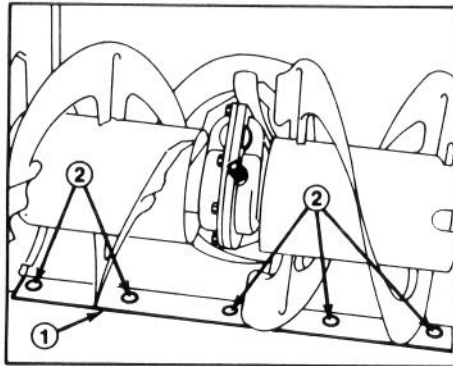

Figure 22
2. Réglez les deux patins pour qu'il y ait 1/8" (3 mm) entre le bas de la tarière et la surface plane et de niveau. Quand les patins sont bien réglés, serrez les écrous à collerette. Vérifiez ensuite la lame racleuse montée sur le bas du logement de tarière. Pour la régler, desserrez les cinq vis de montage, mettez la lame à niveau, puis resserrez les vis. La lame racleuse doit être parallèle à la surface plane et de niveau (Fig. 22).